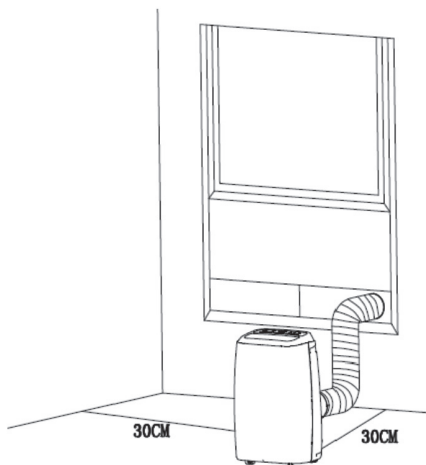

Fig. 8
- El aire acondicionado debe instalarse en una superficie plana y resistente que esté vacía al menos 30 cm alrededor de la unidad para que nada bloquee la salida del aire. (Ver Fig.8).